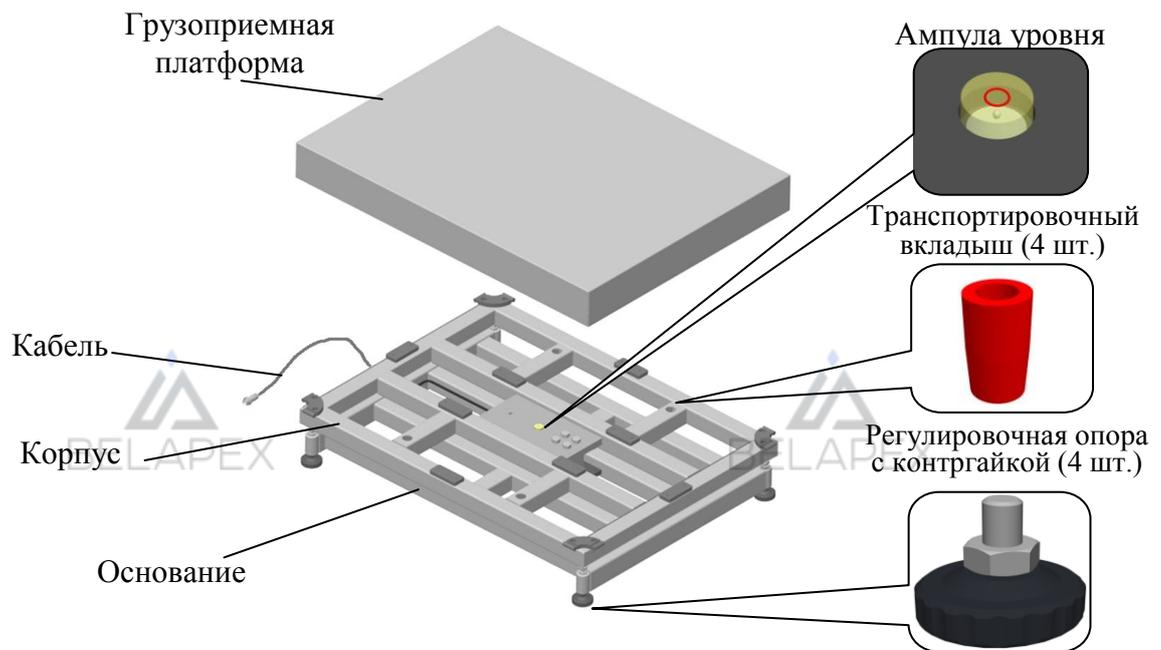

Рисунок 1 – Конструкция модуля
- 3.1.4 Удалите транспортировочные вкладыши (4 шт.) (см. рис. 1).